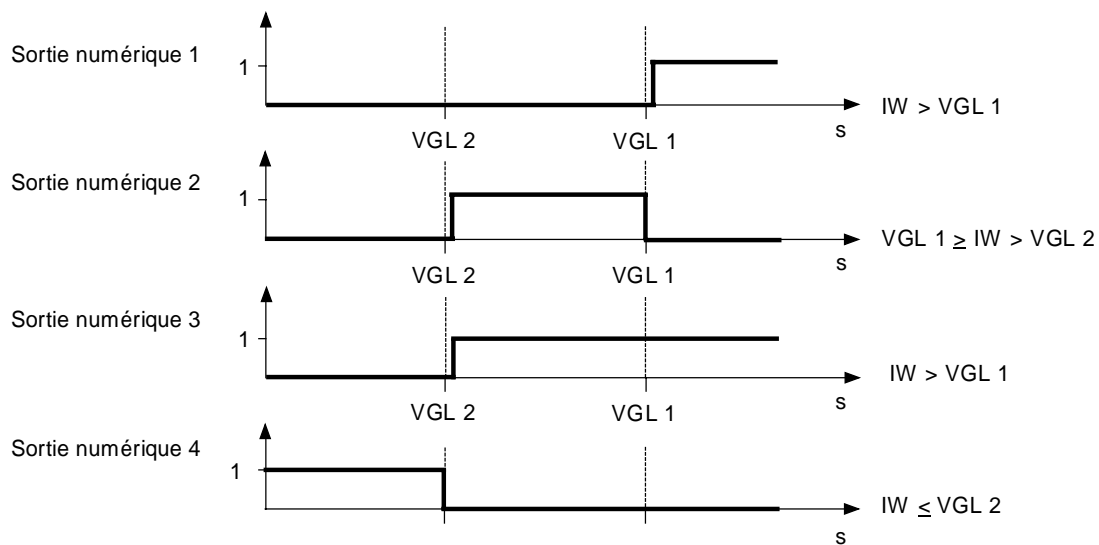

Fig. 3.11 Comportement des sorties en mode "cam électronique" variante 2 DIR = 1 (en arrière); VGL 1 > VGL 2
- En arrière (DIR = 1): VGL 1 > VGL 2 (voir fig. 3.11)